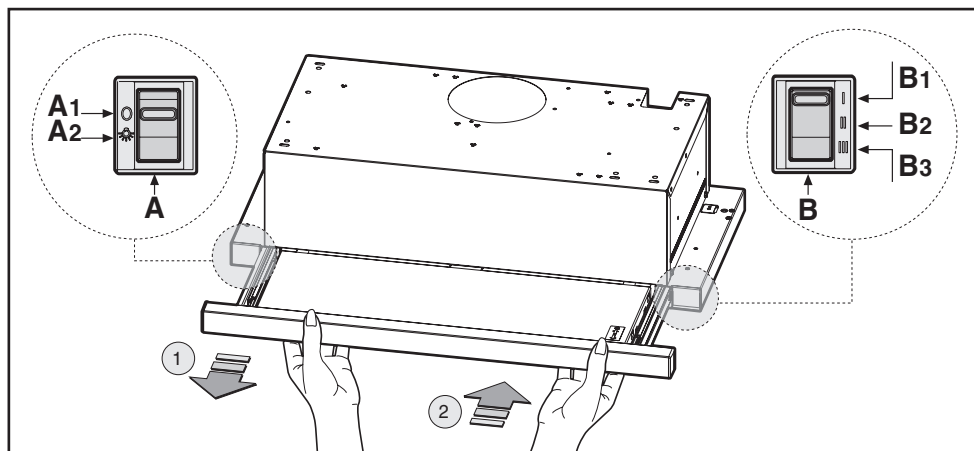

Fig.9.1
• **Comandi slider (Fig.9.1) la simbologia è di seguito riportata:**